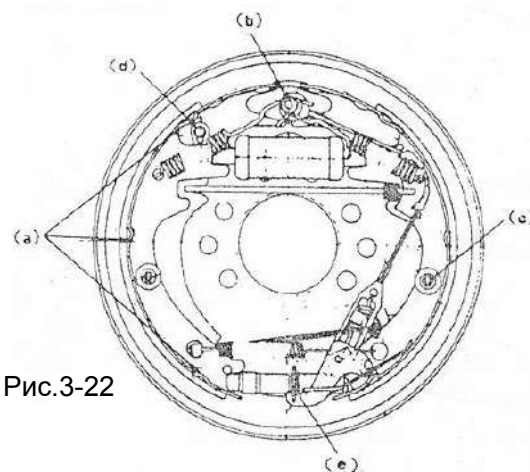

Рис.3-22
(1) Нанесите тормозную жидкость на чашку и поршень тормозного цилиндра и последовательно соберите пружину, чашку поршня, поршень и стеклоочиститель.
(2) Установите тормозной цилиндр на тормозной пол.
(3) Установите опорную пластину тормоза на ведущий мост.
(4) Нанесите термостойкую смазку на каждую деталь, как показано на рис.3-22. Будьте осторожны, не наносите его на фрикционную пластину.